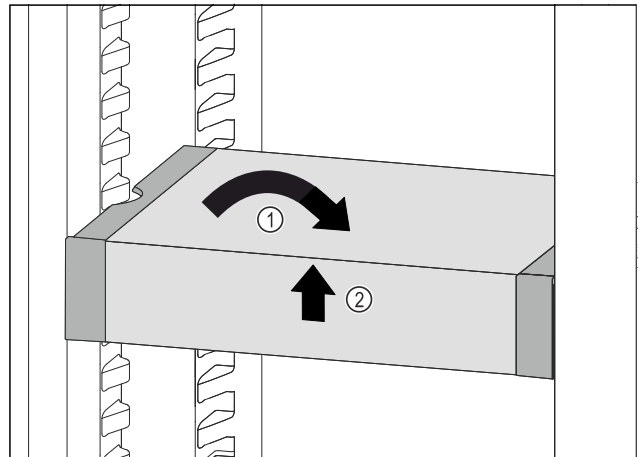

Fig. 90
- ▶ Изправете VarioSafe. Fig. 90 (1)
- ▶ Повдигнете VarioSafe отпред. Fig. 90 (2)